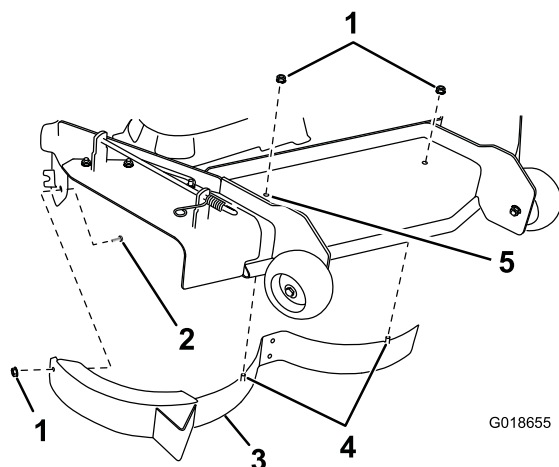

Figura 3
12. Instale el deflector derecho en la carcasa de corte según se muestra en Figura 3.
Nota: Retire el perno obturador y la tuerca indicados en Figura 3 antes de instalar el deflector.
13. Instale un perno de cuello cuadrado (5/16 x 3/4 pulgada) y una contratuerca (5/16 pulgada) a través de la pared trasera de la carcasa de corte y del deflector derecho para sujetar el deflector a la carcasa de corte (Figura 3).